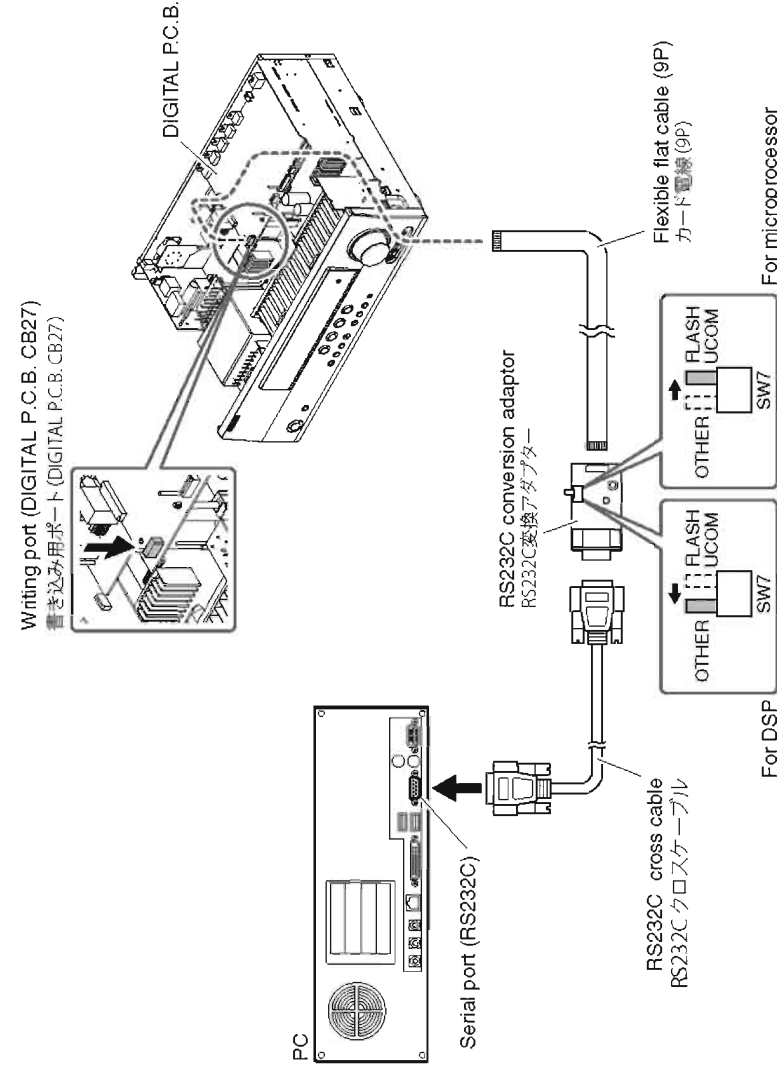

Fig. 1
2. Connect the writing port (CB27 of DIGITAL P.C.B.) of this unit to the serial port (RS232C) of the PC with RS232C cross cable, RS232C conversion adaptor and flexible flat cable as shown below. (Fig. 1)
3. Set the switch (SW7) of RS232C conversion adaptor as shown below. (Fig. 1)
2. 本機の書き込み用ポート (DIGITAL P.C.B. CB27) とPCのシリアルポート (RS232C) を下記のように接続します。(Fig. 1)
3. RS232C 変換アダプターのスイッチ (SW7) を下記ののように設定します。(Fig.1)